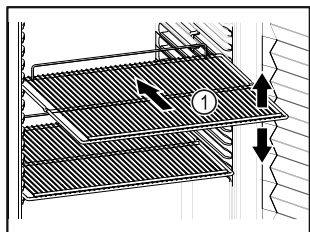

Fig. 56 例图
- 如果存放格栅 Fig. 56 (1)可移动，则根据高度进行调整。